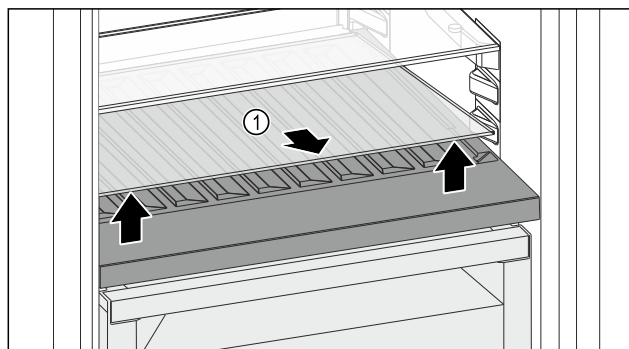

Fig. 113
- Levante la placa de vidrio Fig. 113 (1) por la entalladura de la parte delantera y retírela.
- Guarde la placa de vidrio Fig. 113 (1) de forma segura fuera del electrodoméstico.